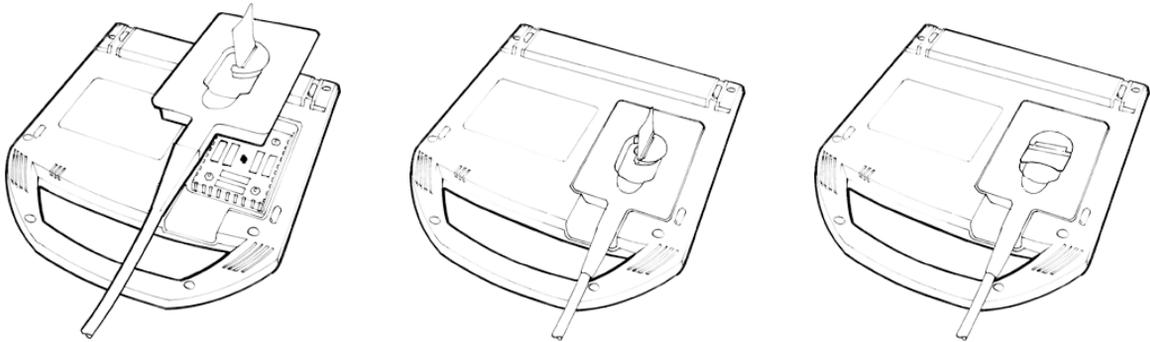

Figura 2 Conexión del transductor
- 1 Conecte el cable de alimentación de CC de la fuente de alimentación al conector del sistema. Consulte la Figura 2 en la página 4.